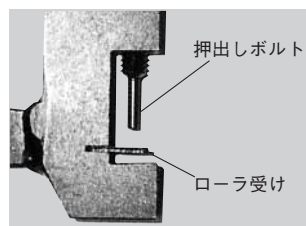

図6. 部品の名称
- ①上部ハンドルを左に回し、ローラチェーンがセットできる程度にローラ受け上部にスペースを設け、ピンをグラインダで削り落とした側（又は割ピン側）を上にして、ローラ受けにローラ（RS25、35の場合はブシュ）を挿入し、ローラチェーンを支持してください。（図6、7を参照してください。）
- ②上部ハンドルを右に回して、押し出しボルトの先端がピン端面の中央になるようにセットしてください。
- ③静かに上部ハンドルを右に回し、ピンを抜いていきます。但し、一枚の外プレートに組み込んである一对のピンがおおむね水平になって抜けていくように交互に作業を行ってください。
- ④ピンと上側の一枚の外プレートが外れたら、チェーンスクリュをチェーンから外し、ピン差しを抜き取ってください。